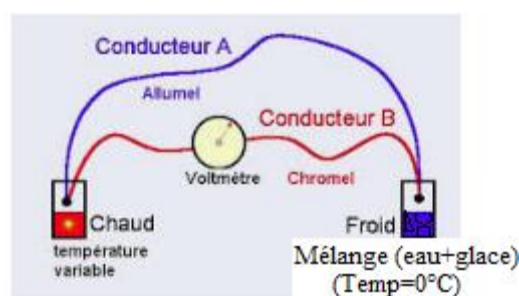

Figure II.2. Montage traditionnel des thermocouples
*3. La tension générée par un thermocouple est fonction de la différence de température entre la jonction de mesure et la jonction de référence. Traditionnellement, la jonction de référence était maintenue à $0\text{ }^{\circ}\text{C}$ par un bain de glace comme le montre la figure II.2.